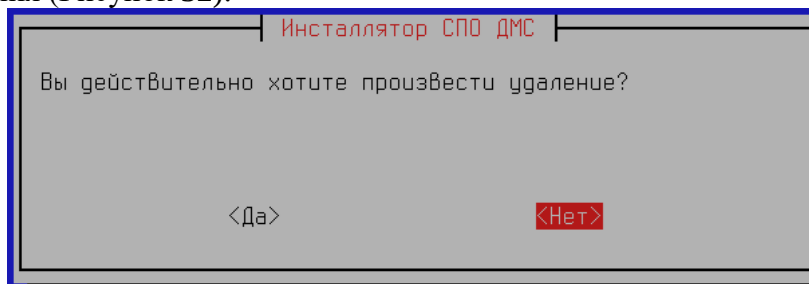

Рисунок 32 — Подтверждение операции удаления
4) Перед началом процедуры удаления пользователю предлагается подтвердить операцию удаления (Рисунок 32):